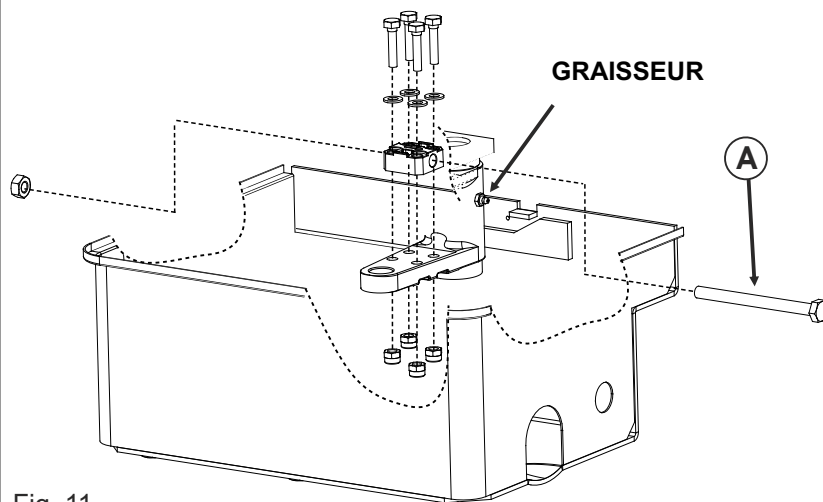
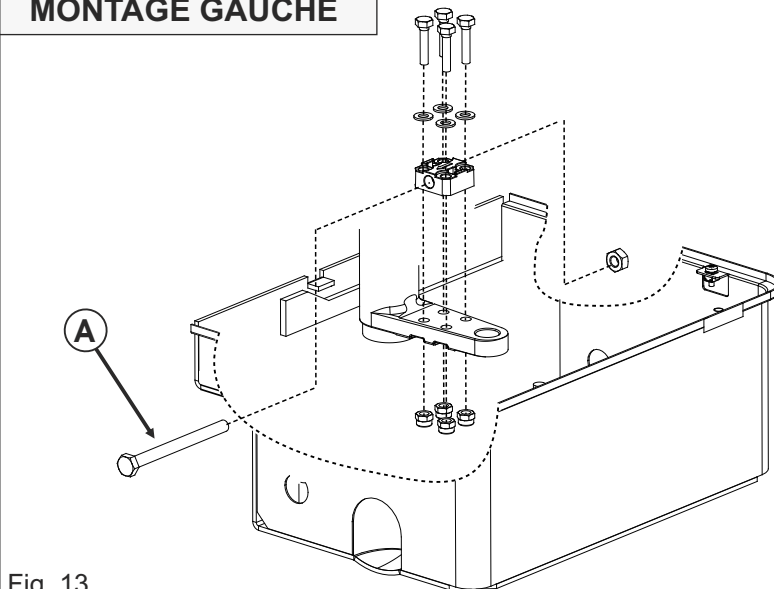

Fig. 11
Fig. 13
3.1. Insérez le support du fin de course sur l'unité de support étrier et fixez-le avec les vis (Fig.11 ou Fig.13)
3.2. Insérer la vis «A» (Fig. 11 ou Fig. 13) comme indiqué sur le dessin, en faisant attention au sens d'insertion donné par la flèche gravée sur le support (Fig. 12a ou Fig. 14a)
UNE FOIS L'INSTALLATION EST TERMINÉ, DÉVERROUILLEZ L'OPÉRATEUR (CHAP. 8) ET EFFECTUEZ LENTEMENT QUELQUES MANŒUVRES MANUELLES, EN VÉRIFIANT QU'IL N'Y A PAS DE FROTTEMENTS, D'IRRÉGULARITÉS ET QUE LE MOUVEMENT EST HOMOGÈNE TOUT AU LONG DE L'EXCURSION. IL EST IMPÉRATIF DE GRAISSER LE BOÎTIER À TRAVERS LE GRAISSEUR SPÉCIAL (FIG. 11) JUSQU'À CE QUE LA GRAISSE SORTE DES DEUX CÔTÉS. (UTILISER DE LA GRAISSE DIN 51502 KP 2 N-20 - K 2 K-20)